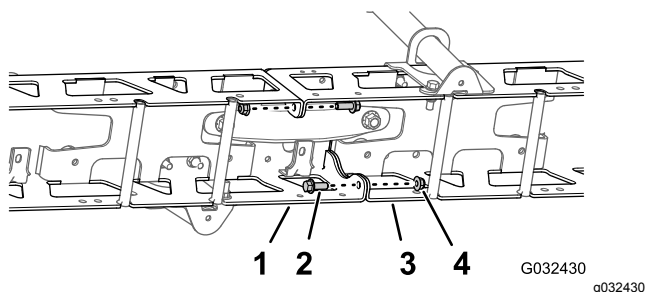

Рисунок 50
1. Удалите два болта с фланцевыми головками (3/8 x 1 дюйм) и две контргайки (3/8 дюйма), которые крепят вертикальные фланцы левой и правой ферменных рам (Рисунок 50).